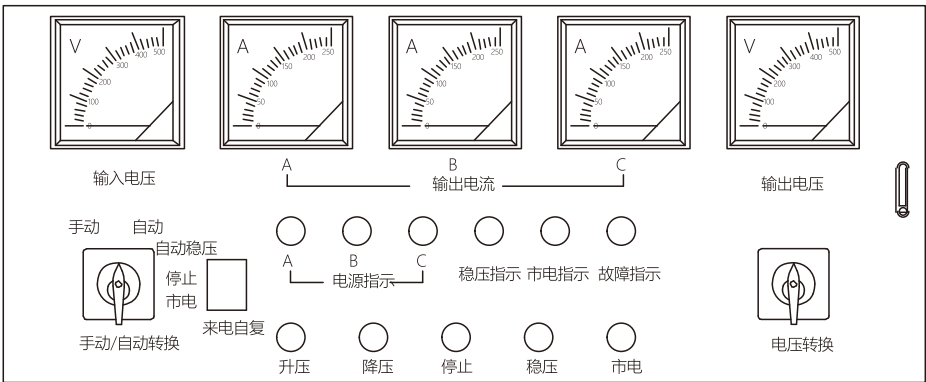

图9 TNSZ-350~800面板示意图
- a) 将产品按要求接入电源后，暂不接入负载。首先将面板上“来电自复”开关停在“停止”挡，“手动/自动”转换开关停在“自动”挡（箭头指向自动位置），见图9中TNSZ-350~800面板示意图。
### 7.5.2 手动调压运行操作（见图9面板示意图）